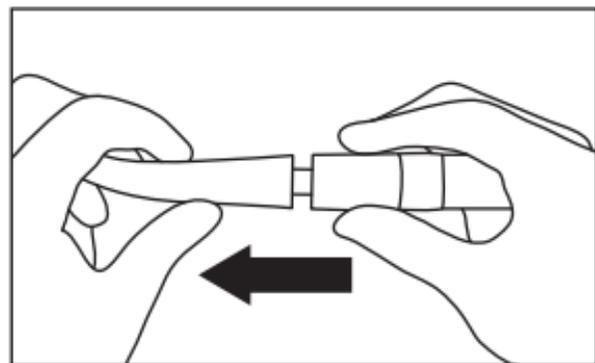

Fig. 15
6) Retirez la pièce à main du moteur. (Fig. 15)